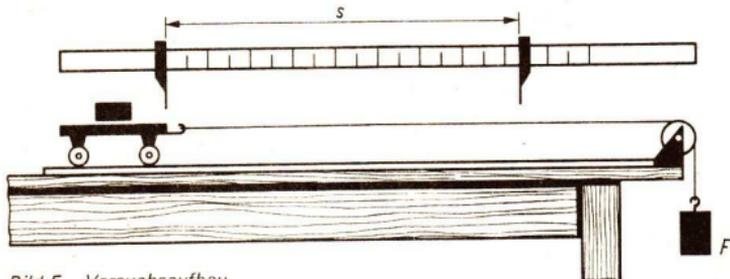

Bild 5 Versuchsaufbau
2. Bauen Sie den Versuch nach Bild 5 auf, und prüfen Sie, ob sich der Wagen annähernd gleichförmig bewegt! (Dazu müssen Sie diesen leicht anstoßen!)